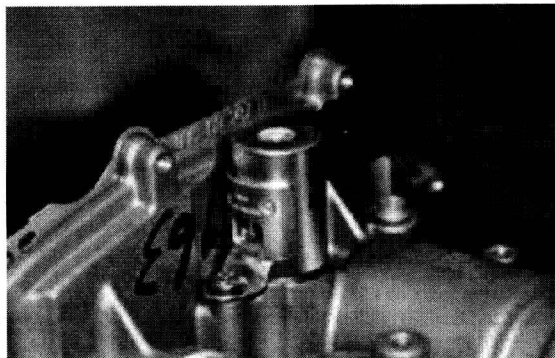
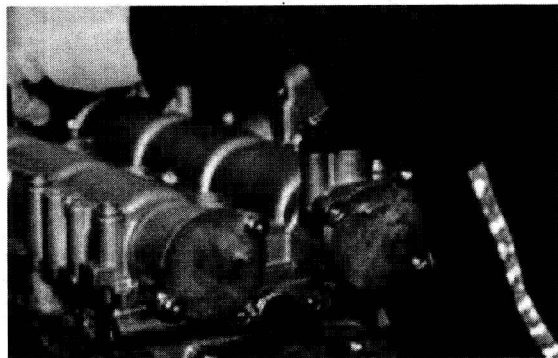

图 2-1 凸轮轴调整电磁阀
图 2-2 凸轮轴位置传感器
1.4L TSI 可变气门正时系统主要由 ECU（电子控制单元）、凸轮轴调整电磁阀（见图 2-1）以及凸轮轴位置传感器（见图 2-2）、叶片槽式调节器（见图 2-3）等部分组成。